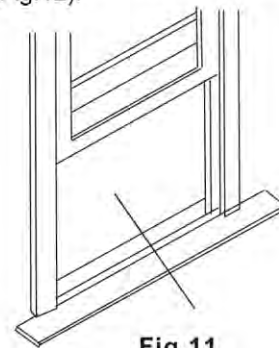

Fig.11
1. Ouvrez la fenêtre et marquez le centre du rebord de fenêtre comme illustré (Fig.11).